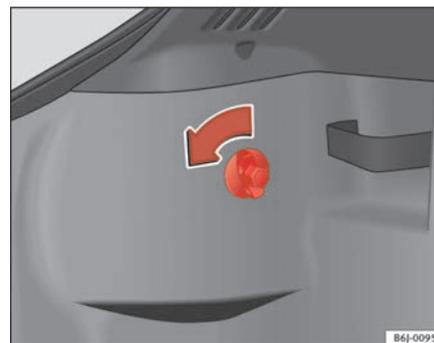

Fig. 156 Accesso ai fanali posteriori
- Ruotare la vite nel senso della freccia con la mano o aiutandosi con un cacciavite ⇒ fig. 156. ▶